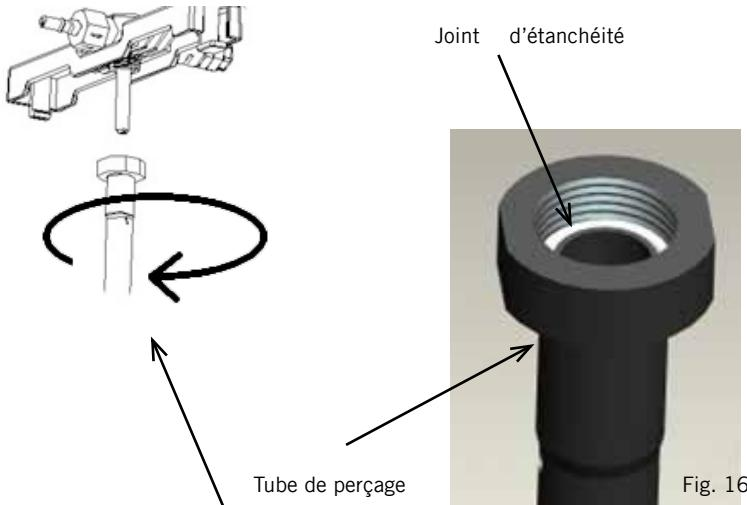

Fig. 16
- Dévissez le tube de perçage conformément à la figure 16.